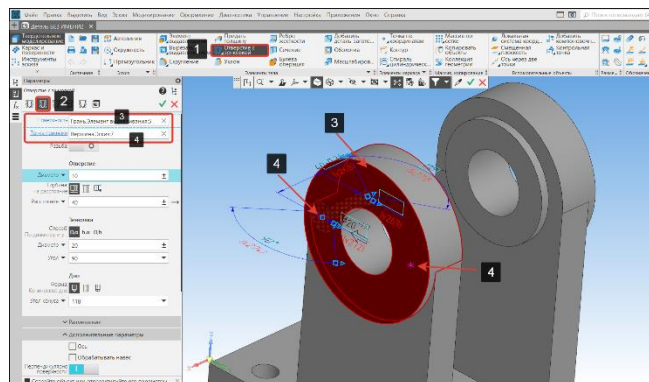

Рисунок 75 – Привязка отверстий
- В панели элементы тела выберем операцию отверстие простое (1) подоперация отверстие с зенковкой (2) (Рисунок 75);